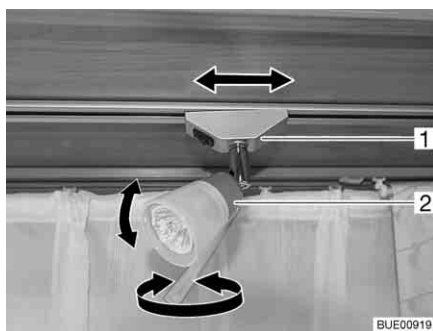

Fig. 50 Faretto
Orientamento: ■ Afferrare l'involucro (Fig. 50,2) e girarlo.
- Afferrare il supporto (Fig. 50,1) e ruotarlo di circa 45°.
- Afferrare il supporto (Fig. 50,1) e ruotarlo di 90°.